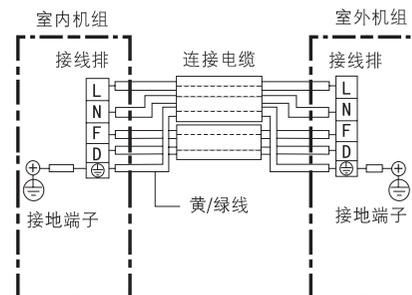

图13室内外电气连接图
- (1) 用附件 ⑧ 及 ⑩ 连接电缆按接线图示要求正确地连接室内外机组，绝对不可连接错误 (如图13)。
- (2) 连接电缆必须用室内外机组上的电线压板压紧。
- 接地线必须根据图13所示用连接电缆中黄/绿色导线接至带有“⊕”标记的接线端子上。